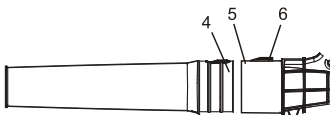

Fig. 4
3. Glisser la grande extrémité de la section arrière de la buse (4) sur l'entrée d'air du souffleur/balai (5) (Fig. 4).
4. Pousser fermement la section arrière de la buse sur l'entrée d'air du souffleur/-balai jusqu'à ce que le bouton de dégagement de la buse (6) « s'enclenche » pour verrouiller l'assemblage de la buse sur l'entrée d'air du souffleur/balai.